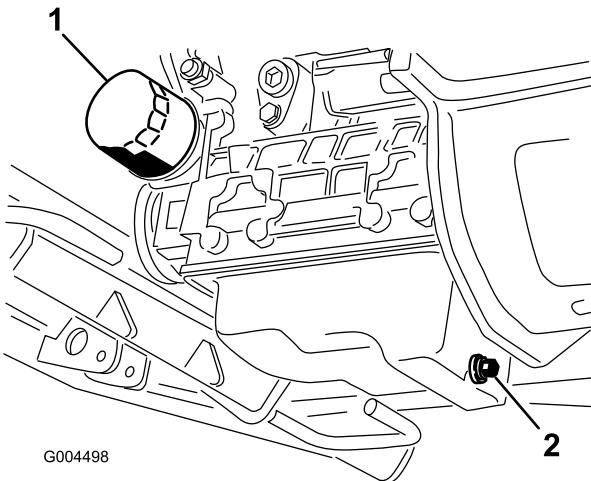

Figura 47
3. Coloque un recipiente debajo del capó, alineado con el tapón de vaciado (Figura 47).
| 6. Retire el filtro de aceite e instale uno nuevo (Figura 47). | |